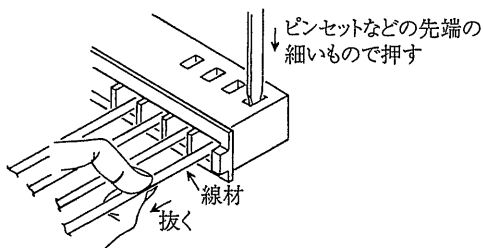

図1-4 J3用接続ケーブルの抜き方
- ② J3用接続ケーブルの不要な線材をコネクタ部から引き抜きます。引き抜き方法は、図1-4を参照してください。